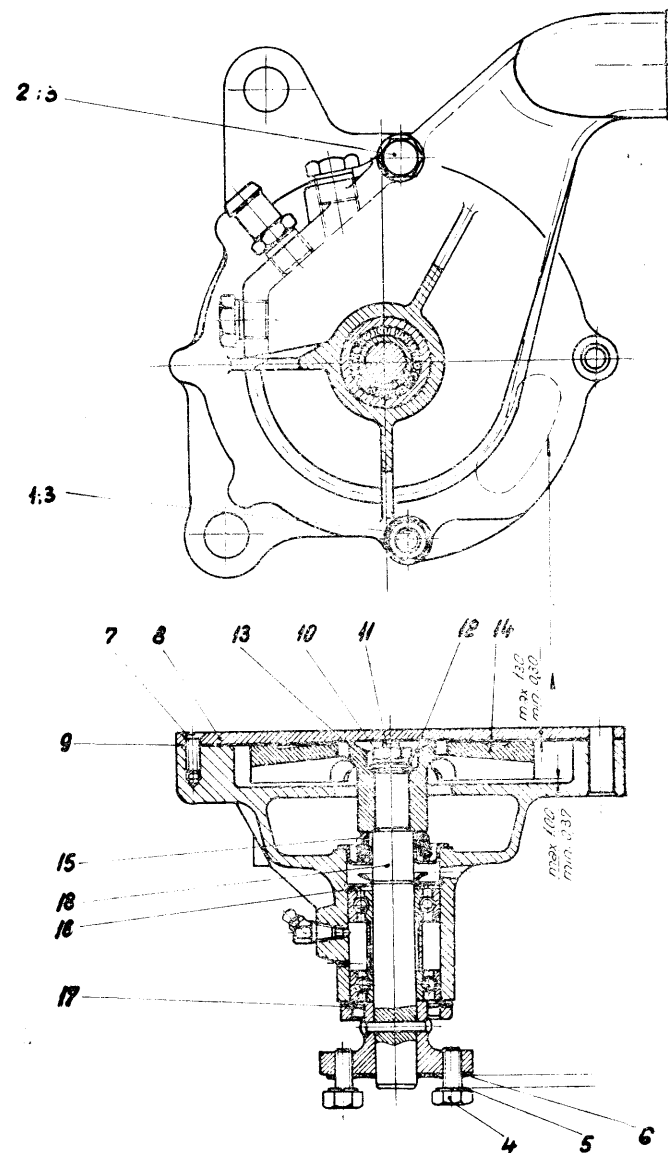

Abb. 50. Wasserpumpe.
3.8.1.1. Auseinanderbau der Pumpe (Abb. 50).